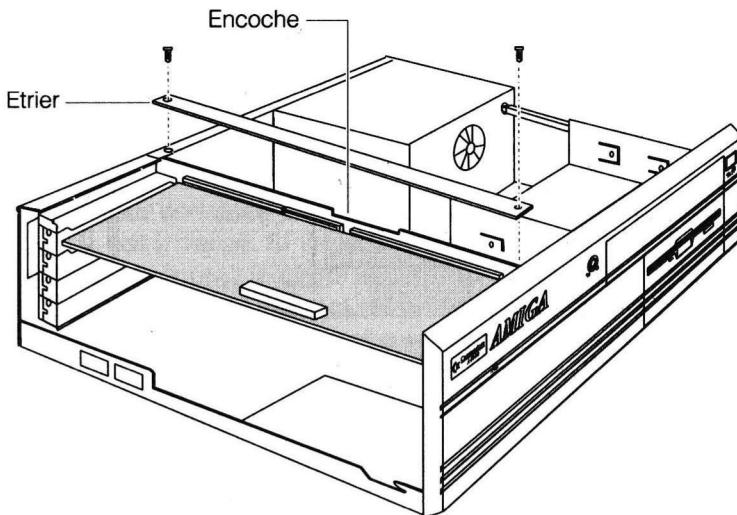

Figure 6. Enlever l'étrier placé au-dessus de la carte fille
- a. Enlevez l'étrier placé au-dessus de la carte fille en dévissant les vis qui le fixent au châssis de l'Amiga, représenté à la figure 6.